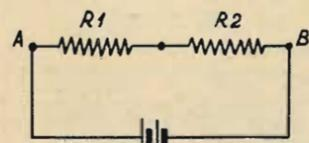

Fig. 1.
Se in un circuito elettrico si intercalano due o più resistenze (1), in modo che la corrente debba attraversarle tutte, una dopo l'altra (fig. 1), la resistenza che il circuito oppone al passaggio della corrente sarà maggiore di quella che opporrebbe il circuito stesso se vi fosse compresa una sola resistenza; perciò — per la legge di Ohm — ne consegue che l'intensità della corrente circolante nel circuito sarà minore essendo maggiore la resistenza. E precisamente si può dimostrare come la resistenza totale del circuito sia eguale alla somma delle resistenze in esso intercalate.